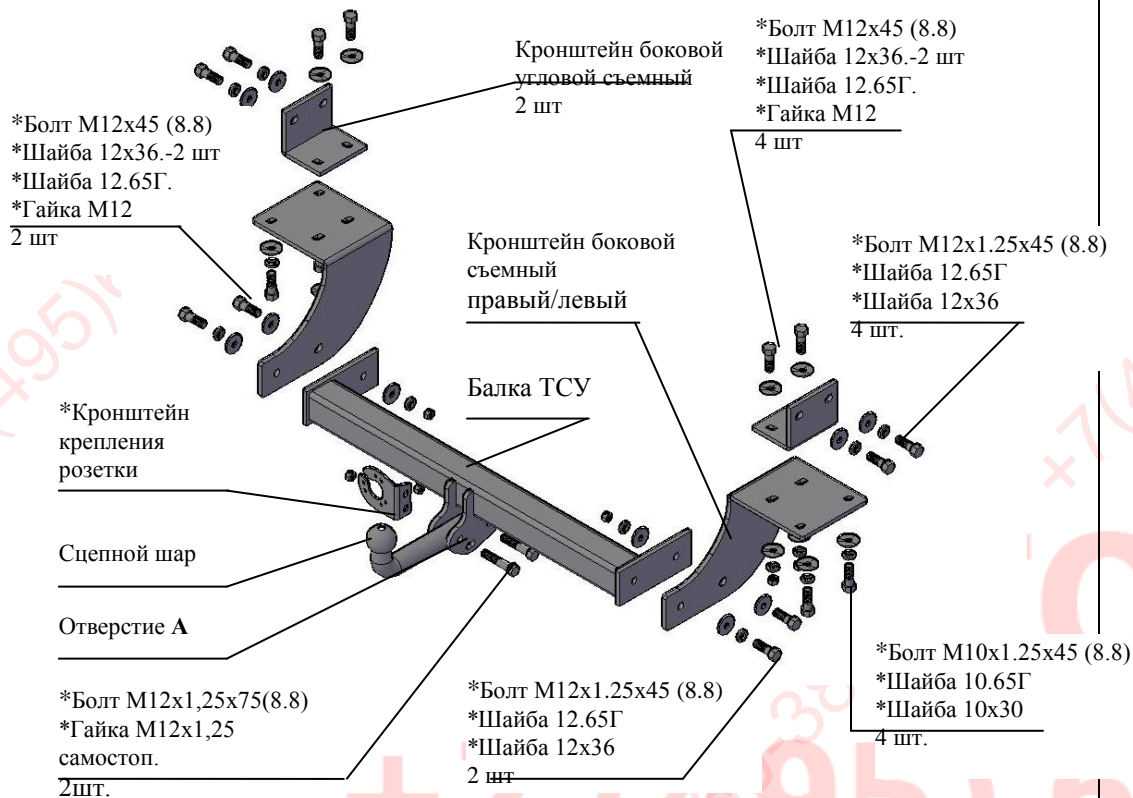

Рис.1 Тягово-сцепное устройство 9460
2.1 ТСУ 9460 в сборе (рис.1)	1 шт.
2.2 Пакет с комплектующими (см. рис.1)	1 шт.
- 4.3 Установить боковые съемные кронштейны ТСУ (правый и левый соответственно рис.1) к нижним полкам лонжеронов а/м, закрепить болтами М10х1,25х45, (используя приварные гайки), под головки болтов подложить шайбы 10.65Г и шайбы 10х36. Крепеж не затягивать.